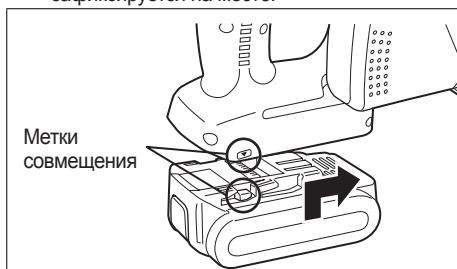

Рис. 2
- Для подсоединения батарейного блока (См. Рис. 2)